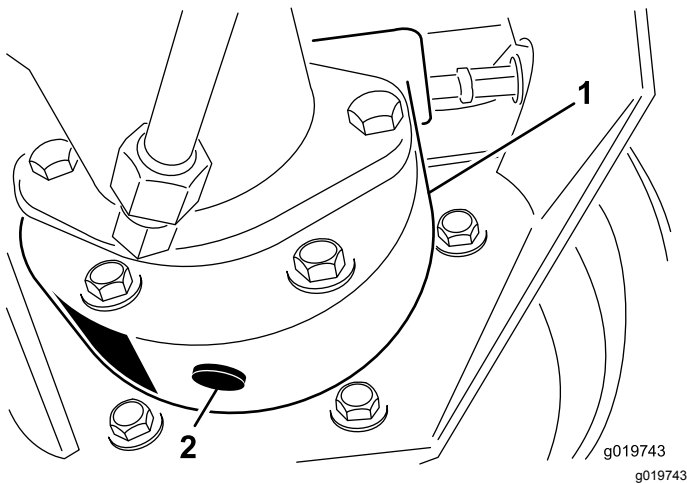

Figura 83
3. Coloque un recipiente debajo del alojamiento del freno, retire el tapón y deje que se drene el aceite (Figura 83).